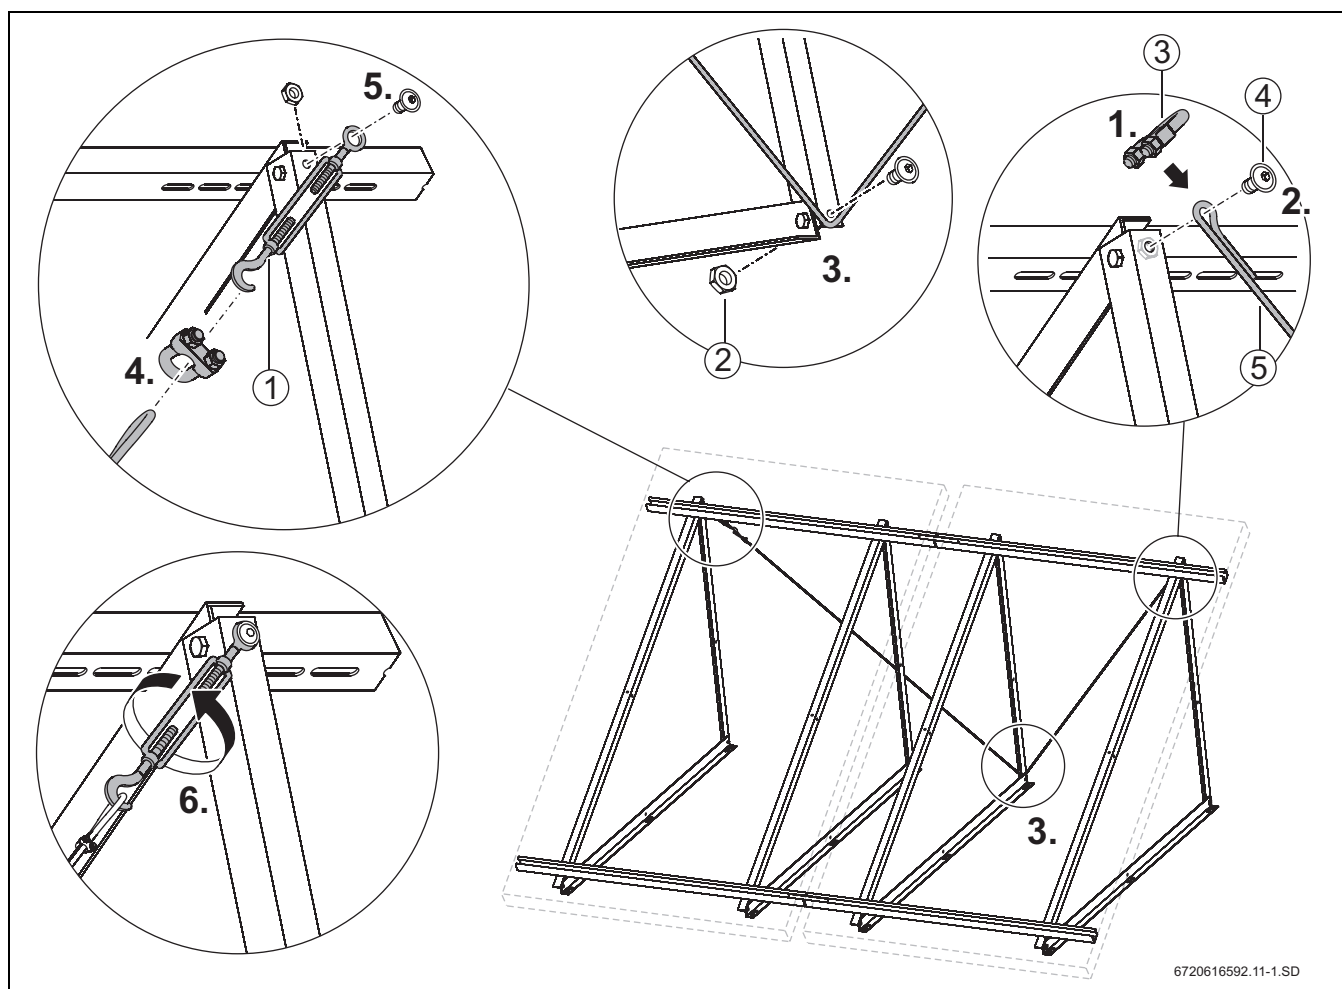

Fig. 23 Fixați mereu contravântuirea (cablu de oțel) pe două panouri verticale
- ▶ Strângeți suficient șurubul și piulița (Fig. 23, [2]) în partea inferioară.